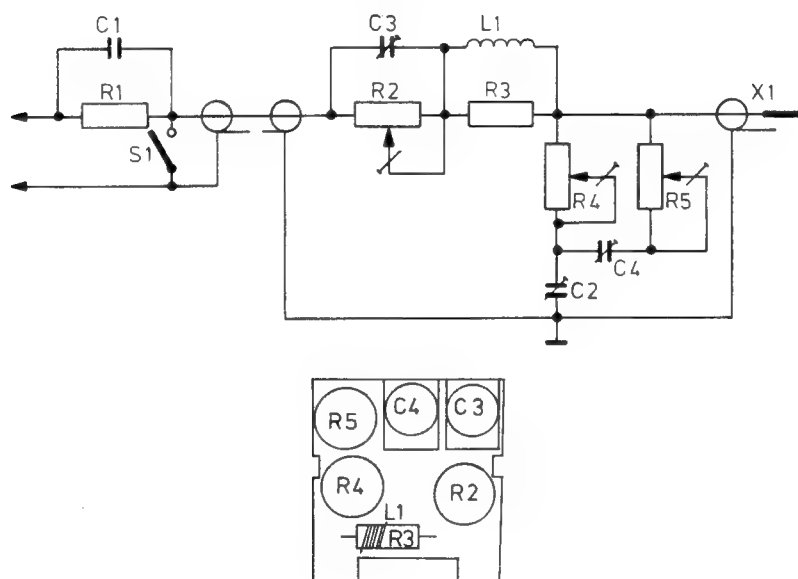

Fig. 3.32. *Electrical parts*
3.5.1.5.2. *Electrical parts (Fig. 3.32)*